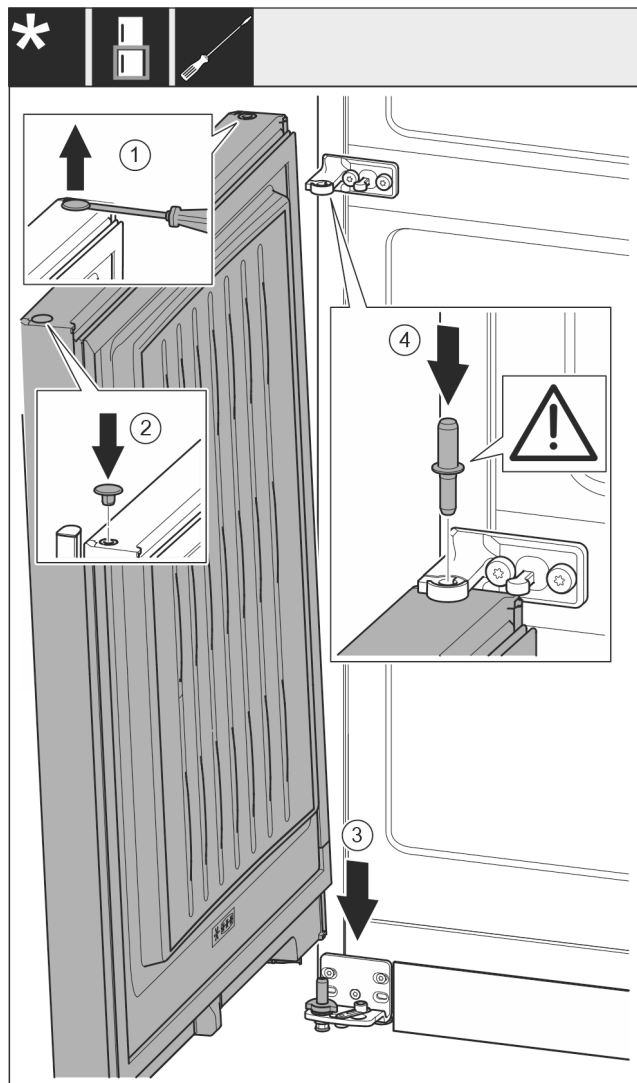

Fig. 51
- ▶ Осторожно приподнимите шлицевой отверткой заглушку Fig. 51 (1) и извлеките ее.
- ▶ Снова установите заглушку Fig. 51 (2) с другой стороны двери.
- ▶ Установите дверь Fig. 51 (3) сверху на нижний опорный палец.
- ▶ Вставьте средний опорный палец Fig. 51 (4) через средний опорный кронштейн в нижнюю дверь. При этом проследите за тем, чтобы выступ фиксатора был направлен назад.